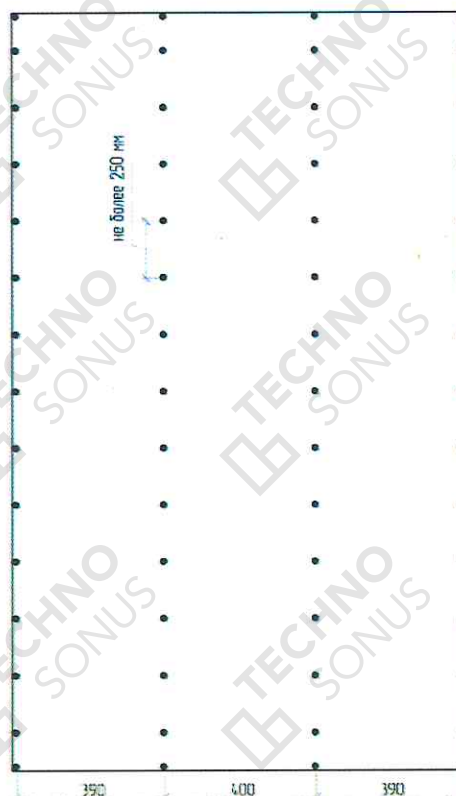

Рисунок 20 - Схема расположения саморезов на финишном слое АкустикГипс ГКЛЗ
6.15. Установить и закрепить финишный слой листов АкустикГипс ГКЛЗ. Шаг саморезов не более 25 см по вертикали (рисунок 20). Первый лист не должен начинаться с утоненной кромки и не должен заканчиваться ей же. Вертикальная стыковка листов АкустикГипс ГКЛЗ возможна только по утоненной кромке. Не допускается стыковка утоненной кромки и отрезного края. Швы между листами не заполняются виброакустическим герметиком Сонетик. Для фиксации финишного (второго) слоя АкустикГипс ГКЛЗ применяются саморезы ТС-XTN F 3,9x41. Шляпка самореза не должна быть утоплена в слой гипса более чем на 1 мм. Саморезы должны отстоять от края торцевой кромки листов на расстоянии не менее 15 мм и продольной (горизонтальной, утоненной) кромки – не менее 10 мм.